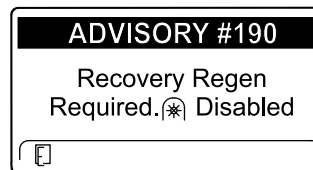

Рисунок 53
- Требуется восстановительная регенерация – механизм отбора мощности выключен, ИНФОРМАЦИОННОЕ СООБЩЕНИЕ № 190 (Рисунок 53)